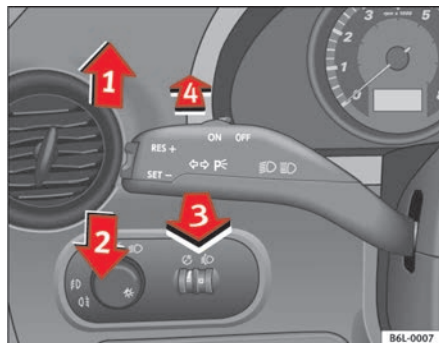

Fig. 61 Palanca de intermitentes y de luz de carretera
- Desplace la palanca hacia arriba hasta el tope ⇒ fig. 61 ① para encender el intermitente **derecho** o bien hacia abajo ②, para encender el intermitente **izquierdo**.
- Desplace la palanca hacia adelante ⇒ fig. 61 ④ para encender la luz de carretera.